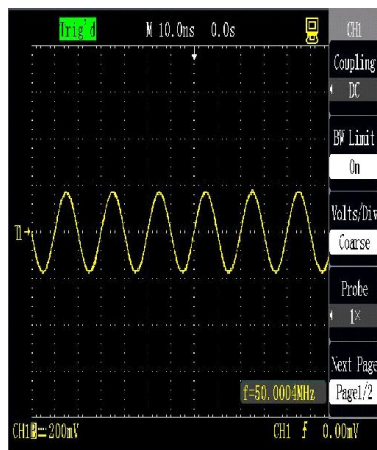

Figura 2-9 Limite da largura de banda ligado
1. Pressione **[CH1→]** **"Bandwidth limit→"** **"On"** e configure o limite da largura de banda para o estado ligado. A amplitude do componente de alta frequência mais alta que 20MHz contida no sinal medido é limitada, como mostrado na figura 2-9.